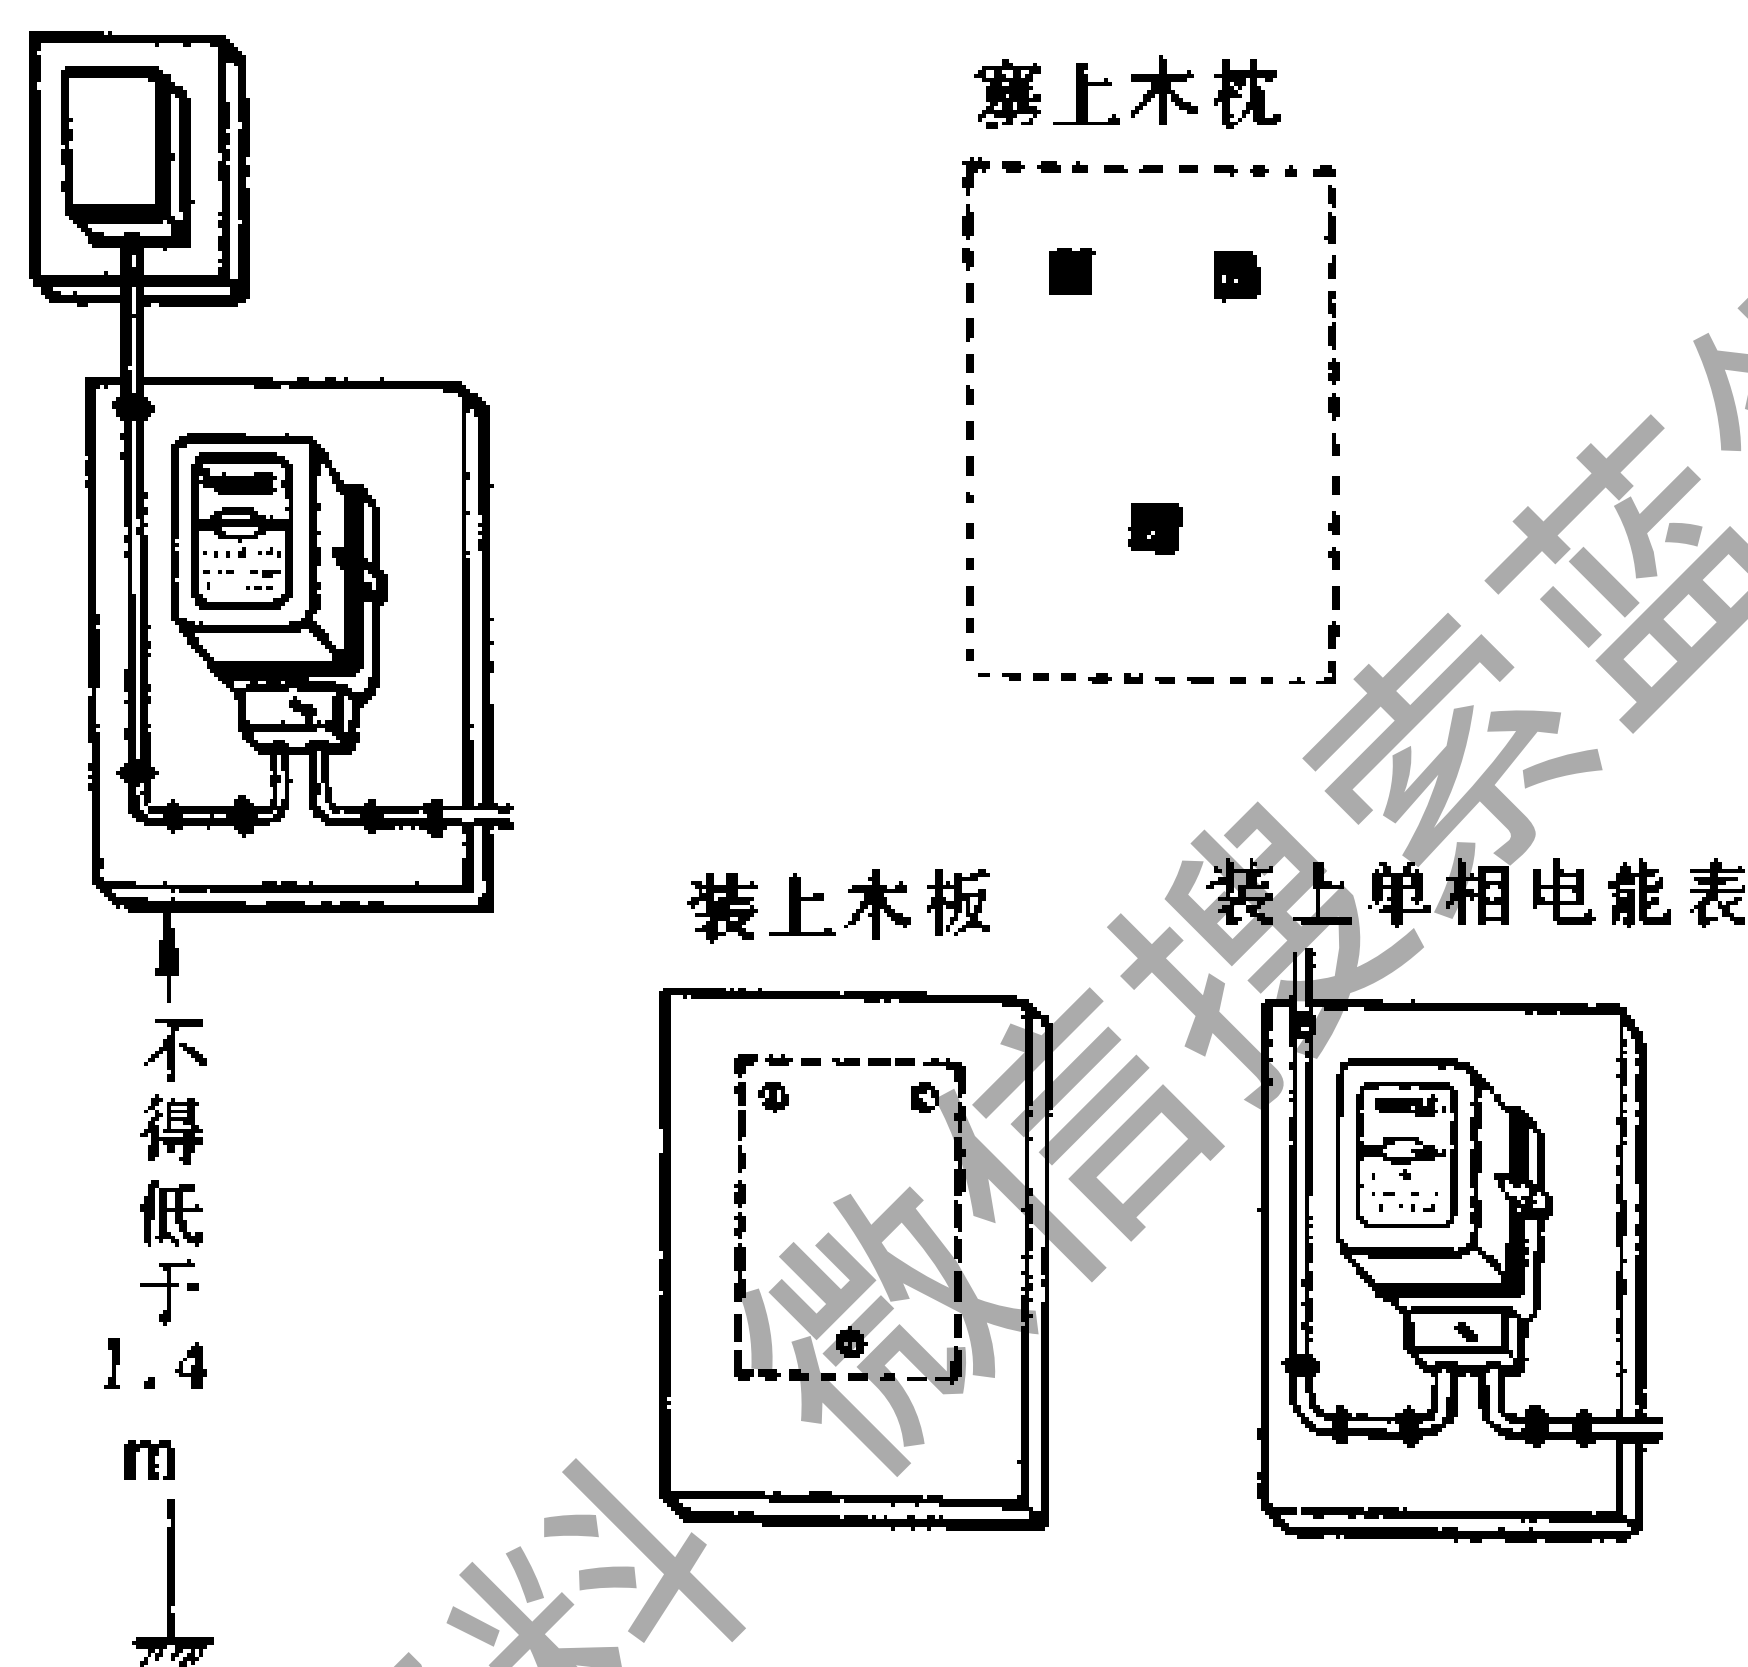

图7—56 单相电能表的安装
(2) 电能表应装在没有振动的地方，因为振动会使零件松动，使计量不准确。
(3) 安装电能表不能倾斜，一般电能表倾斜 $5^\circ$ 会引起1%的误差，倾斜太大会引起铝盘不转。
(4) 电能表应装在厚25mm的木板上，其大小可以是 $350\text{mm}\times 230\text{mm}$ ， $400\text{mm}\times 500\text{mm}$ 。木板离地面的高度不得低于1.4m，但也不能过高，通常在2m高度为适宜。图7—56为单相电能表的安装实例之一，也可参照图3—66安装。